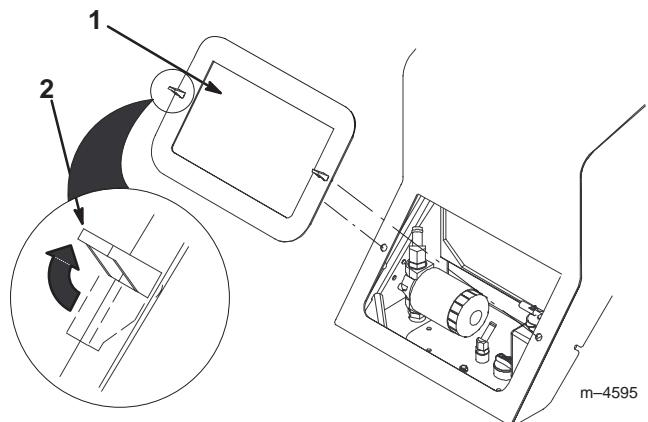

Figure 22
3. Desserrez les deux languettes de blocage (Fig. 22).
4. Déposez le couvercle du groupe de déplacement (Fig. 22).